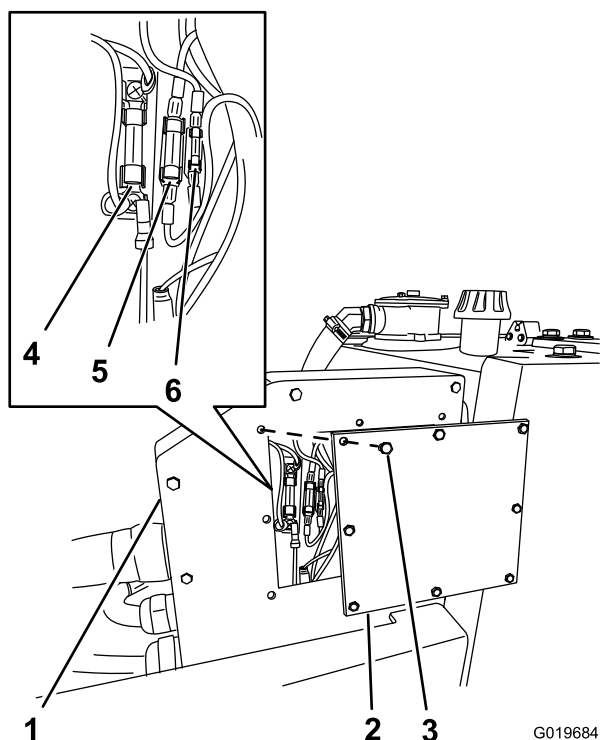

Figura 73
El sistema eléctrico está protegido por 3 fusibles. El sistema eléctrico no requiere mantenimiento normalmente; no obstante, si se funde un fusible, compruebe que no hay avería ni cortocircuito en el componente/circuito. La Figura 73 muestra las posiciones de los fusibles en la caja de conexiones.
5. Retire los 8 pernos que sujetan el panel auxiliar a la caja de conexiones. Retire el panel auxiliar y la junta (Figura 73).
6. Compruebe que los fusibles no están dañados o fundidos (circuito abierto); consulte Figura 73.
7. Instale el panel auxiliar en la caja de conexiones usando los 8 pernos que retiró en el paso 5 (Figura 73).